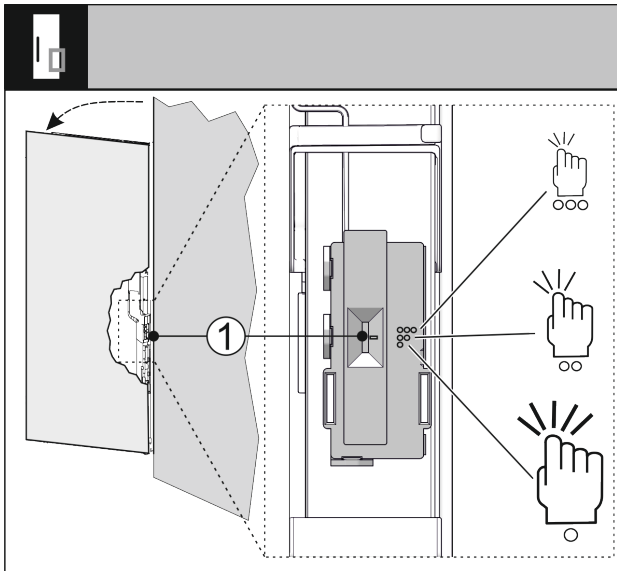

Fig. 70
Sie können die Empfindlichkeit des Klopfsensors über einen Schalter Fig. 70 (1) einstellen. Der Schalter ist scharnierseitig am unteren Drittel der Tür.
► Schalter Fig. 70 (1) auf gewünschte Schalterstellung schieben.